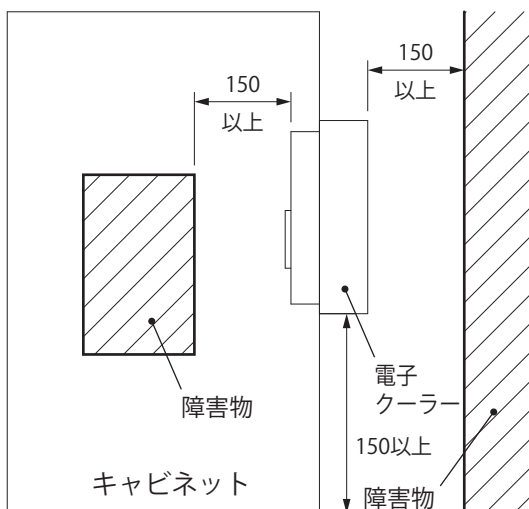

図 1 障害物からの距離 (単位: mm)
- ・ 吸気口および排気口の通風を妨げたり塞がないよう、また、吐き出し空気が直接本製品吸気口に流入しないよう取付位置に注意してください。冷却能力の低下と結露の原因となります。障害物からの距離を 150mm 以上にするをお勧めします。(図 1)